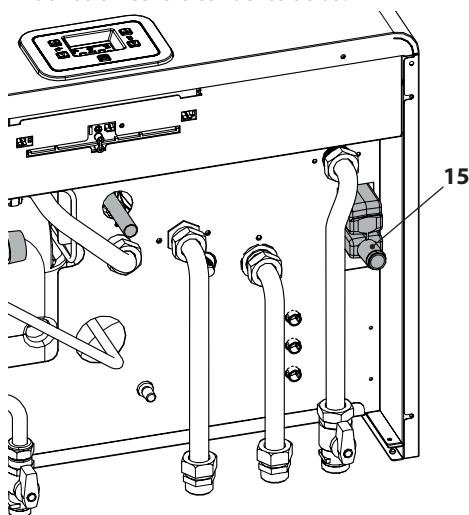

Figura 5.5
- Inserire il tubo flessibile di scarico condensa 15 (Figura 5.5) all'interno del condotto di scarico condensa domestico o nell'imbuto di scarico della valvola di sicurezza, qualora lo scarico sia idoneo a ricevere condensa acida.